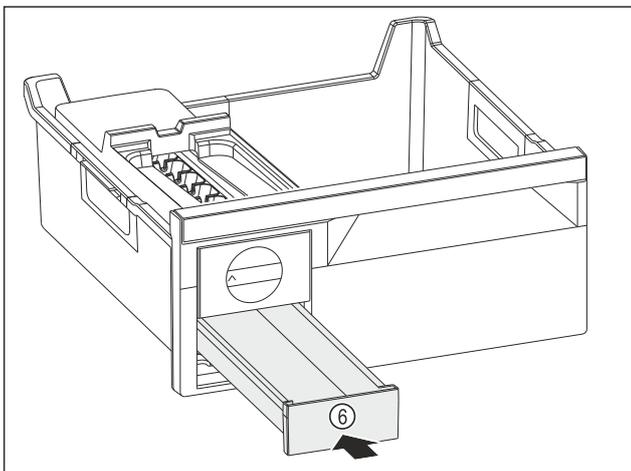

Fig. 117
- ▶ Insérer le compartiment à glaçons Fig. 117 (6).